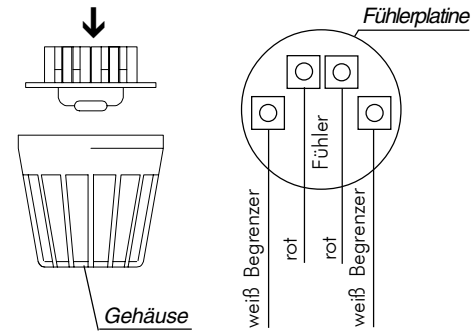

Abb. 9
4. Die Leitungen für den Begrenzer (weiß) und den Temperaturfühler (rot) gemäß Abb. 9 an der Fühlerplatine anklammern: Die Fühlerplatine anschließend in das Gehäuse einrasten.